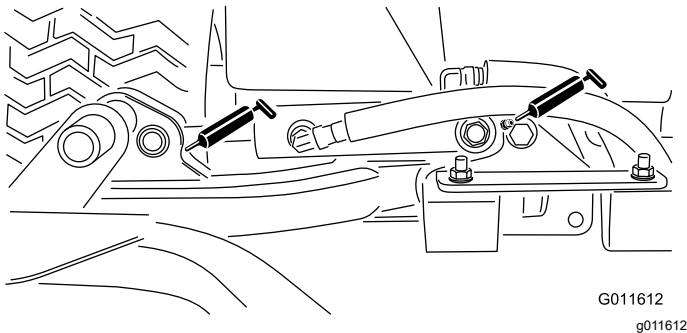

Figura 72
- Cilindros del brazo de elevación de la unidad de corte (2 en cada) – Figura 72
- Pivotes del brazo de elevación (1 en cada) – Figura 72